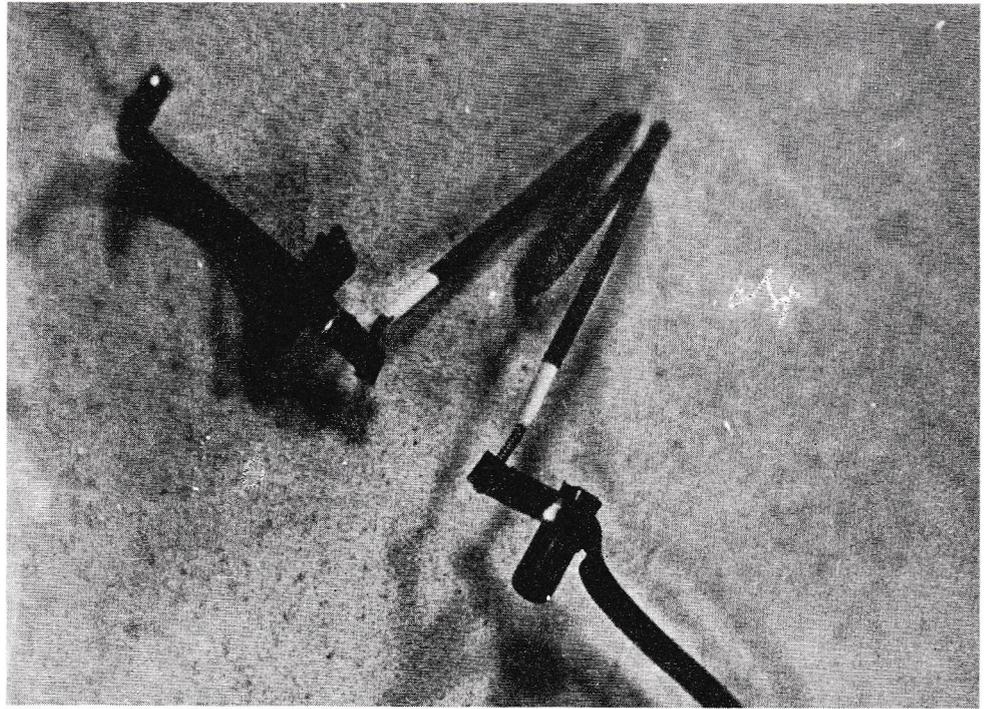

Figure 11
Pour illustrer cette description schématique d'un canon à électrons, nous avons photographié différents éléments d'un canon bien connu, celui du tube DG7/32 (1). La figure 11 représente le filament : il est replié trois fois sur lui-même, pour réduire son encombrement. Le filament proprement dit est enroulé en spirale, et recouvert d'une gaine isolante qui le protège des courts-circuits avec la cathode. L'arrivée du courant est assurée par deux lamelles de tungstène soudées électriquement.